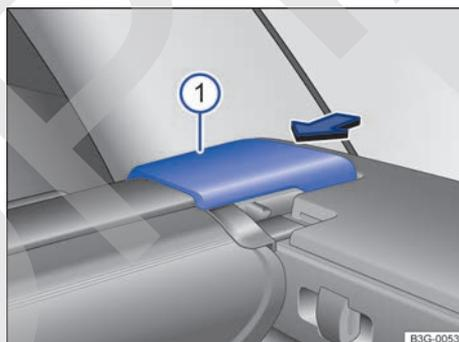

Fig. 151 En el maletero: desmontar la cubierta del maletero.
- Presione el soporte de la cubierta → fig. 151 ① en el sentido de la flecha.